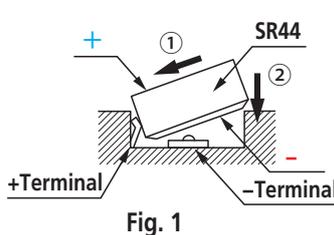

Fig. 1
5. Instale uma bateria SR44 (Cód. 938882) com o terminal positivo da bateria para cima (Fig. 1)